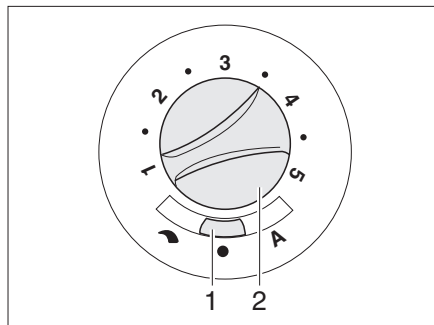

Fig. 104 Commutateur de commande du ventilateur à air pulsé (12 V)
- Régler l'interrupteur à curseur (Fig. 104,1) sur "↷" (réglage manuel) ou "A" (mode automatique).
- Si l'interrupteur à curseur est réglé sur (Fig. 104,1) "↷" (réglage manuel) : Régler la puissance désirée du ventilateur à air pulsé à l'aide du bouton de commande (Fig. 104,2).
- Régler l'interrupteur à curseur (Fig. 104,1) sur "●" (arrêt). Lorsque le chauffage est en marche, cet interrupteur est à l'arrêt.